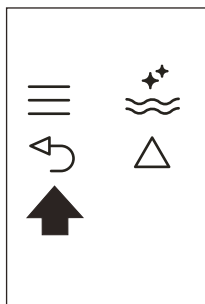

Fig. 25
- ▶ Prima duas vezes o ícone X (B6) (Fig. 25) para sair do menu.